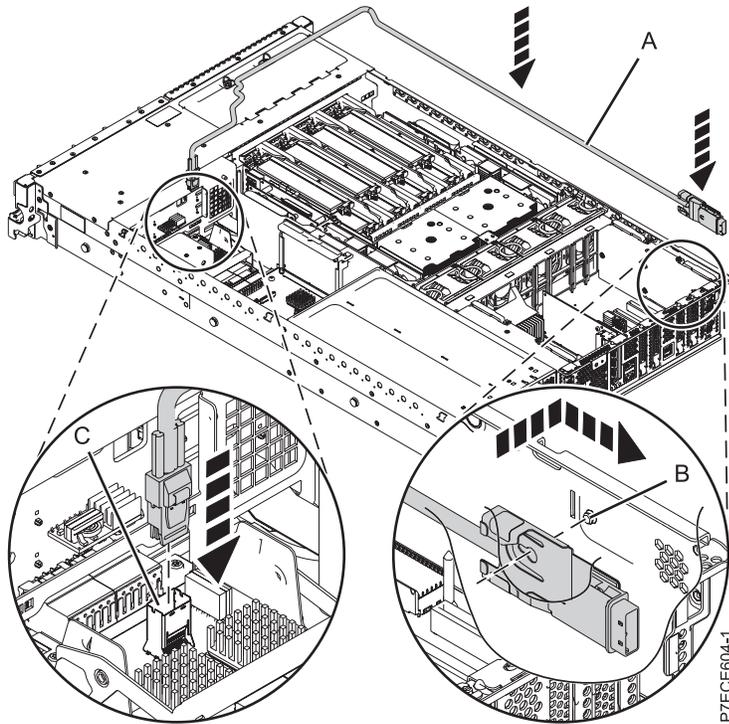

Figure 60. Remise en place du câble SAS
- 1) Enfoncez le mini-connecteur SAS du câble SAS dans le port de connexion SAS interne (C) de l'interposeur de stockage jusqu'à ce qu'il soit enclenché. Voir figure 60, à la page 71.
- 2) Faites passer le câble (A) devant le compartiment de la carte d'extension, puis le long du canal sur la face latérale jusqu'à ce que le connecteur du port SAS soit près de l'ouverture située à l'arrière du châssis.
- 3) Alignez et guidez l'emplacement du support du connecteur de port SAS (B) au-dessus du tenon dans le châssis, puis faites glisser le connecteur de port SAS dans l'ouverture située à l'arrière du châssis jusqu'à ce que la patte du support soit en place.